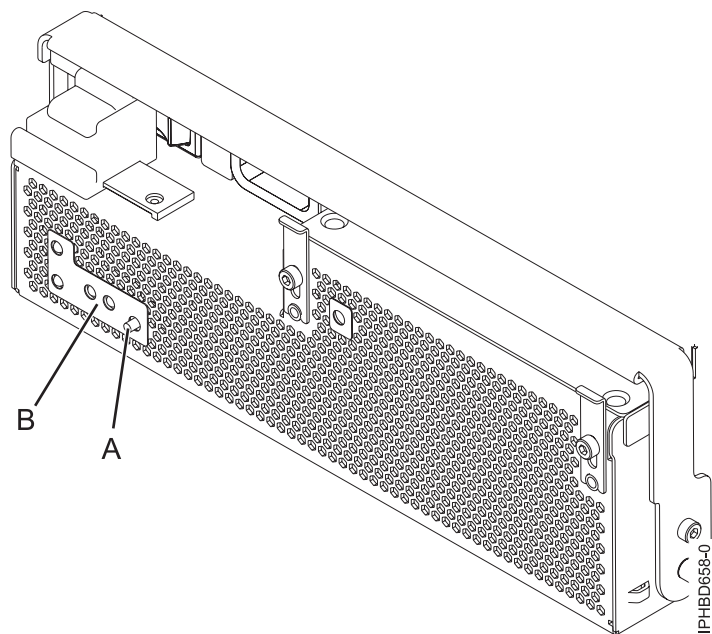
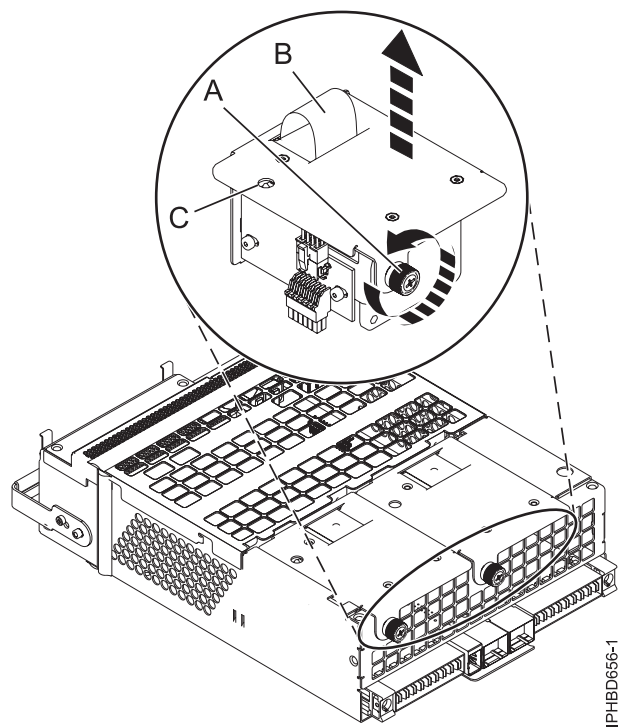

Figure 13. Bouton d'identification du ventilateur et voyant d'incident ventilateur
Figure 14. Retrait d'un ventilateur
Remarque : Si un ventilateur est défaillant, le voyant orange d'incident ventilateur **(B)** à l'avant de l'OCA (Offline Converter Assembly), comme illustré à la figure 13, à la page 17, est allumé de manière fixe.
- a. Pour identifier le ventilateur défaillant, appuyez sur le bouton d'identification du ventilateur (A), comme illustré à la figure 13. Un voyant d'incident ventilateur orange (C) allumé de manière fixe à droite ou à gauche, comme illustré à la figure 14, indique un ventilateur défaillant.
- b. Dévissez la vis moletée (A) qui fixe le ventilateur au bloc d'alimentation, comme illustré à la figure 14.
- c. Utilisez la poignée du ventilateur encastré (B) pour extraire le ventilateur du bloc d'alimentation comme illustré à la figure 14, à la page 17.